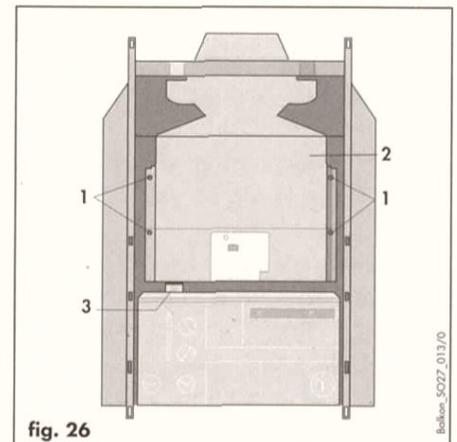

fig. 26
- Levare la parte superiore del mantello (cap. 10) e rimuovere la parte frontale della camera di combustione (2, fig. 26) svitando le viti (1, fig. 26).
- Svitare la vite (3, fig. 26) ed abbassare il pannello comandi.
- Togliere le viti (1, fig. 26) e asportare la parte frontale della camera di combustione (2, fig. 26).